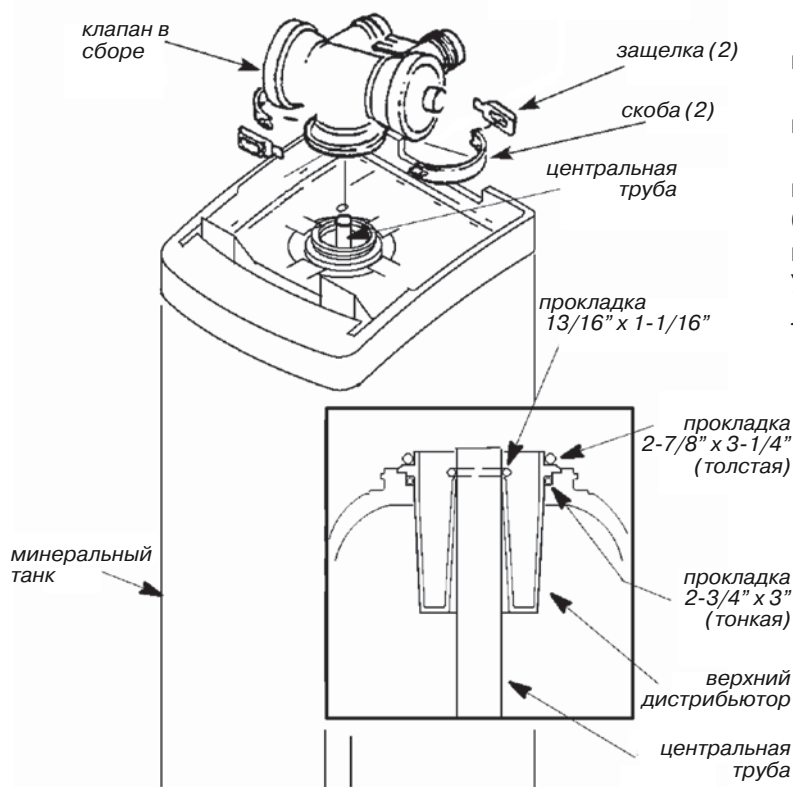

Рис. 1
1. Удалите стягивающие скобы (**рис. 1**), управляющий клапан, 3 резиновых кольца-прокладки и верхний дистрибьютор.
5. Установите верхний дистрибьютор и три кольца-прокладки, как показано на **рис. 1**.